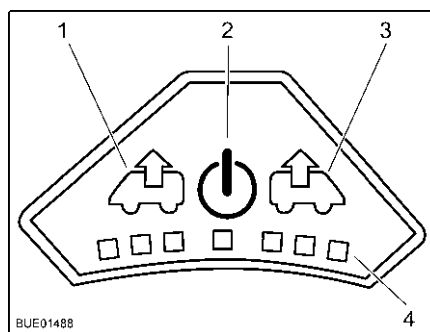

Bild 95 Fläkreglage
Slå på: ■ Tryck på på/av-knappen (Bild 95,2). Fläkten går i komfortläge (vädring med lägsta fläktvarvtal).
Vädra: ■ För att höja fläktvarvtalet: Tryck på vädringsknappen (Bild 95,1). Fläktvarvtalet i vädringsriktningen ökar en nivå. Lampor (Bild 95,4) visar de olika nivåerna.
■ För att minska fläktvarvtalet: Tryck på ventilationsknappen (Bild 95,3). Fläktvarvtalet minskar en nivå.
Ventilera: ■ För att höja fläktvarvtalet: Tryck på ventilationsknappen (Bild 95,3). Fläktvarvtalet i ventilationsriktningen ökar en nivå. Lampor (Bild 95,4) visar de olika nivåerna.
■ För att minska fläktvarvtalet: Tryck på vädringsknappen (Bild 95,1). Fläktvarvtalet minskar en nivå.
Slå från: ■ Tryck på på/av-knappen (Bild 95,2). Fläkten stannar och lamporna släcks.